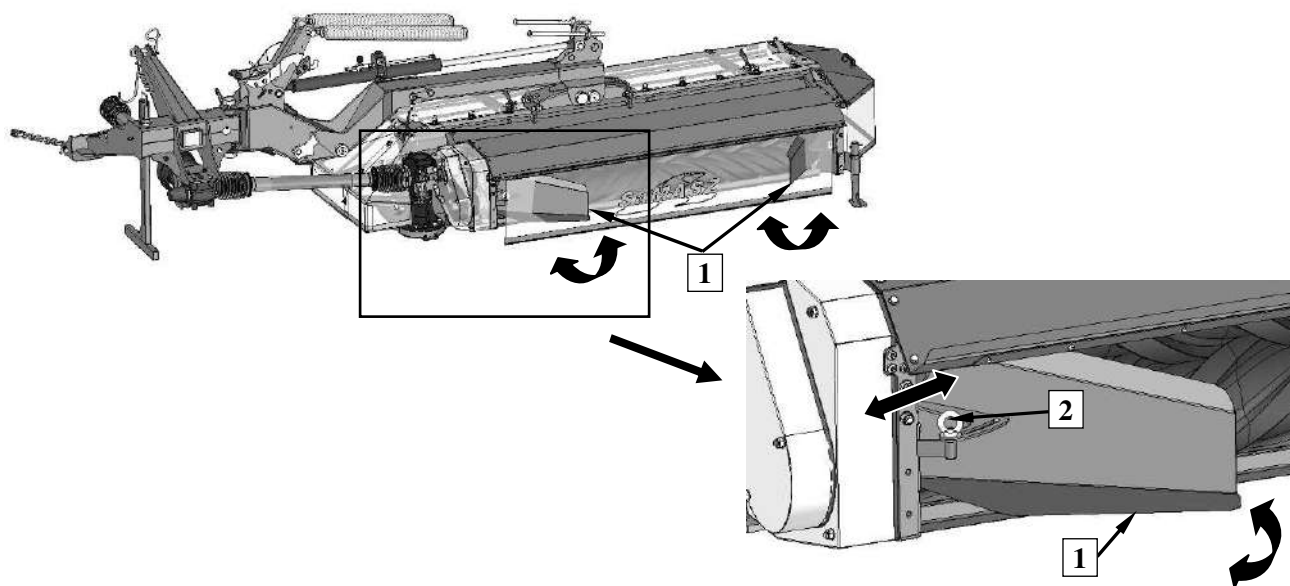

Рис. 28. Регулировка скребков покоса: 1- скребок покоса, 2 – регулировочный болт
С целью установки ширины покоса следует совершить регулировку скребков покоса (1) (Рис. 28) (касается: **KDTC 260 W, KDTC 261 W, KDTC 300 W, KDTC 301 W**):
- травить болт с петлей (2) скребка покоса,
- установить скребок покоса (1) в зависимости от требования,
- докрутить болт (2).